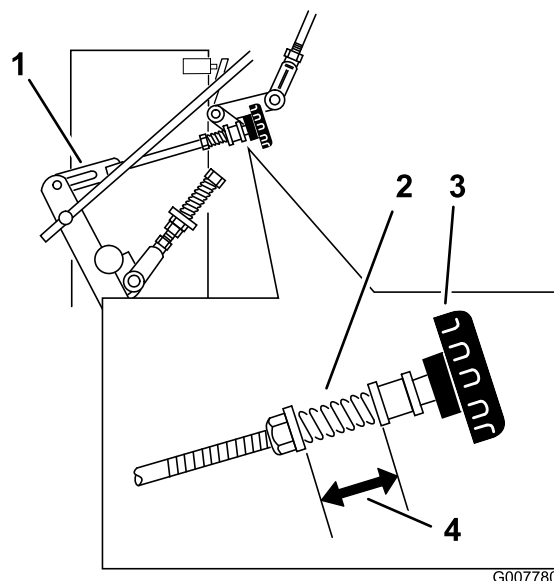

Figura 38
ponteiros do relógio até o pneu começar a rodar para a frente (Figura 38).
- Rode o botão no sentido dos ponteiros do relógio 1/4 de volta de cada vez. Em seguida, mova a alavanca de controle de velocidade para a frente e volte para a posição de PONTO MORTO. Repita isto até a roda direita parar de rodar para a frente (Figura 38).
- A mola que mantém a tensão no botão, normalmente, não precisa de ajuste. No entanto, se for necessário um ajuste, ajuste o comprimento da mola para 26 mm entre as anilhas (Figura 38).
- Ajuste o comprimento da mola rodando a porca à frente da mola (Figura 38).